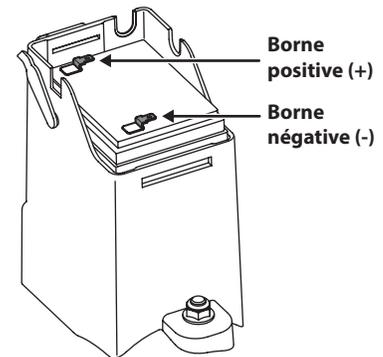

Figure 4-8
3. Installez la batterie neuve. Branchez le câble positif (rouge) à la borne positive de la batterie, puis le câble négatif (noir) à la borne négative. Voir Figure 4-8.